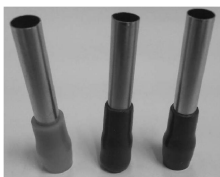

图 1. 冷压端子
**4.3.1 冷压端子:**如图 1 所示。冷压端子的规格为 16mm2, 可用于 10~16 mm2 线径接入。每台共补模块配 3 个冷压端子, 每台分补模块配 4 个。